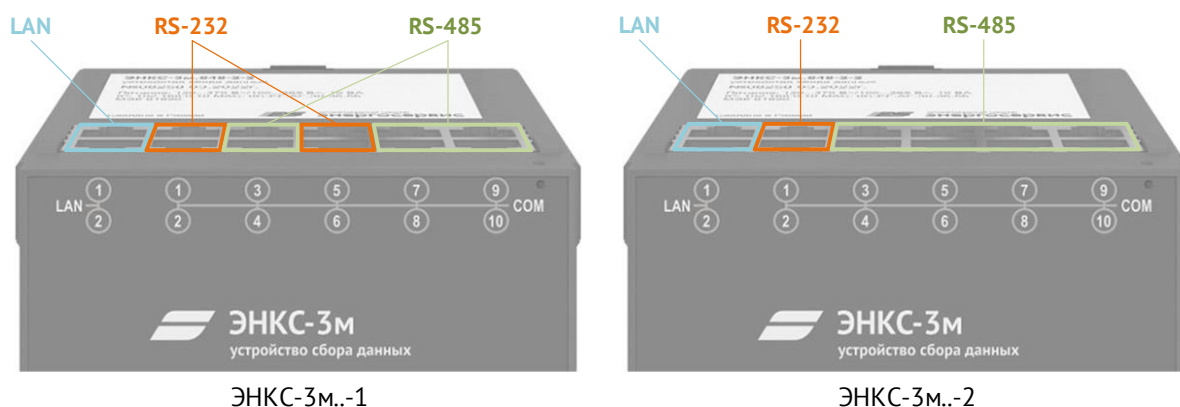

Рисунок 2.1. Соответствие интерфейсов ЭНКС-3м (hw 4.2)
2.3.2 На рис. 2.1 и 2.2 приведены используемые с 2020 г. схемы соответствия последовательных интерфейсов в ЭНКС-3м, где каждый UART обозначается как COM-1...-10, независимо от типа его интерфейса (RS-232 или RS-485).